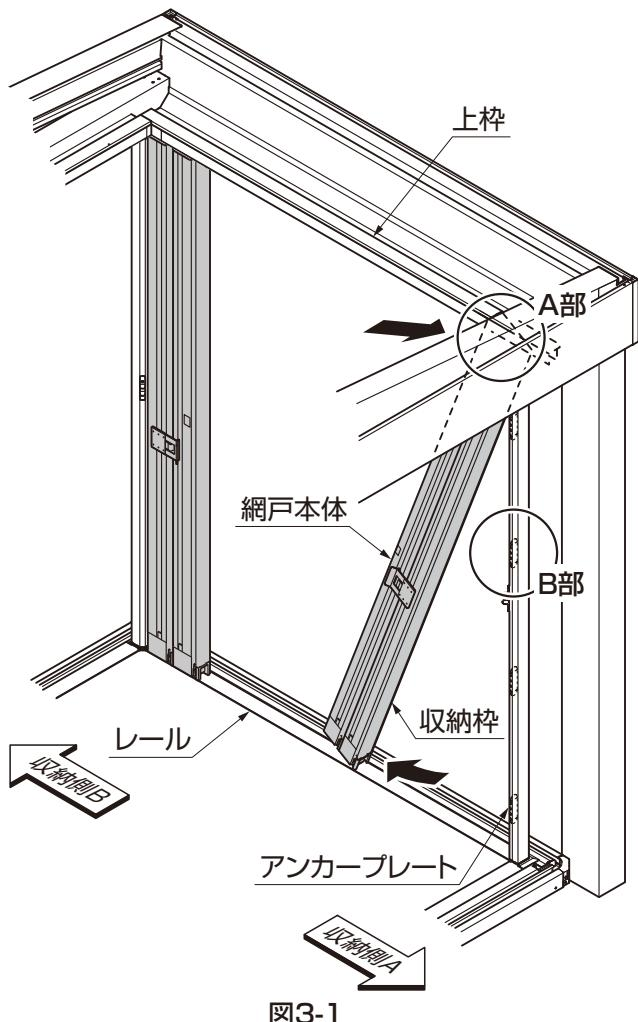

図3-1
(1) 網戸本体の取外し
- ① 網戸本体の収納枠に両手をかけ収納側B方向に引つ張るとアンカープレートから収納枠が外れます。このとき、網戸本体をレールから少し浮かせて、左右どちらかの方向へひねると容易に取外すことができます。
- ② 網戸本体を斜めにして上枠から取外します。(図3-1参照)
(2) 網戸本体の取付け
- ① 取外しと同じように網戸本体を斜めにして上枠とレールの間に入れ、本体をレールに接触させながら収納枠をアンカープレートに「パチン」と音がするまで押しつけると溝とアンカープレートが接合し固定されます。(図3-1参照)